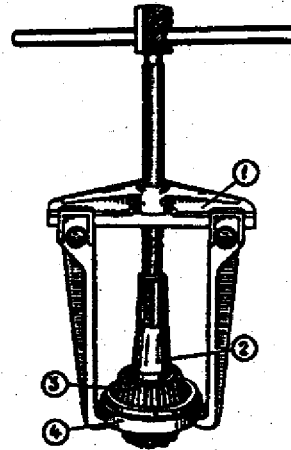

Fig. 3-61. Remoção do cone do rolamento traseiro do pinhão: 1 - extrator; 2 - pinhão; 3 - cone do rolamento; 4 - mandril A.45008.
- c) remover do pinhão a bucha espaçadora e, utilizando-se do extrator A.40005/1/7 e do mandril A.45008, remover o cone do rolamento traseiro (fig. 3-61).